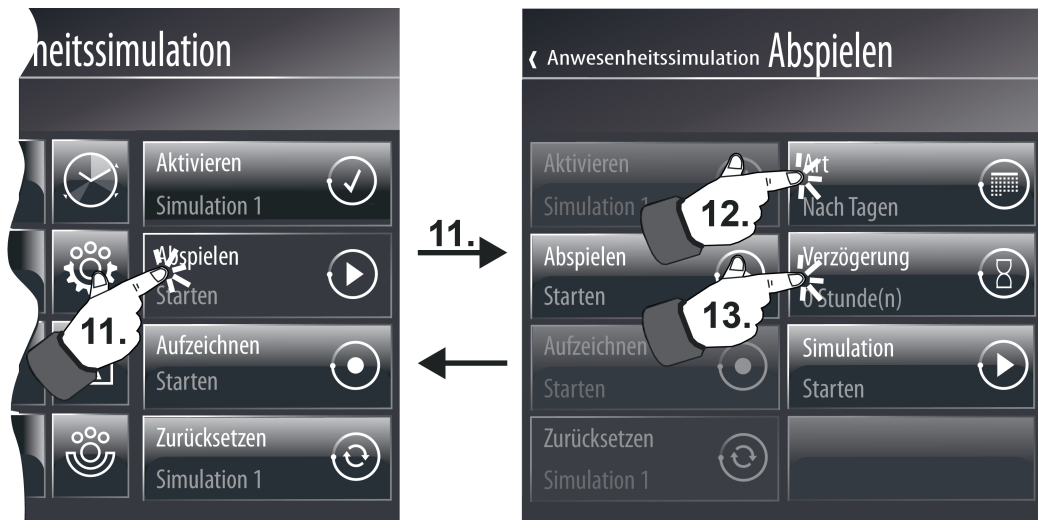

Bild 102: Beispiel einer Anzeigeseite zur Einstellung der Abspielart und der Abspielverzögerung einer Simulation (rechts)
Das Abspielen einer Telegrammfolge ist möglich, wenn die Bedienfläche (B) gedrückt wird (11.). Das Display zeigt danach 3 weitere Bedien- und Anzeigeelemente an (Bild 102).
- i** Die Bedienfläche (B) ist erst dann bedienbar, wenn eine Telegrammfolge aufgezeichnet wurde.